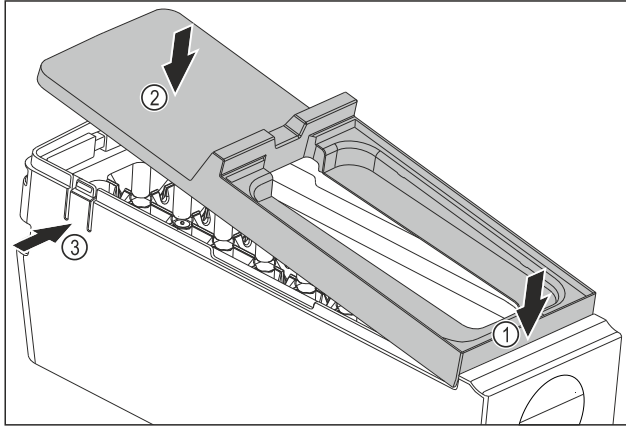

Fig. 175
- ▶ Afdekking van de EasyTwist-Ice-corporus monteren: Afdekking voor bevestigen. Fig. 175 (1)
- ▶ Afdekking achter neerlaten. Fig. 175 (2)
- ▷ Afdekking klikt hoorbaar in beide strips Fig. 175 (3) vast.